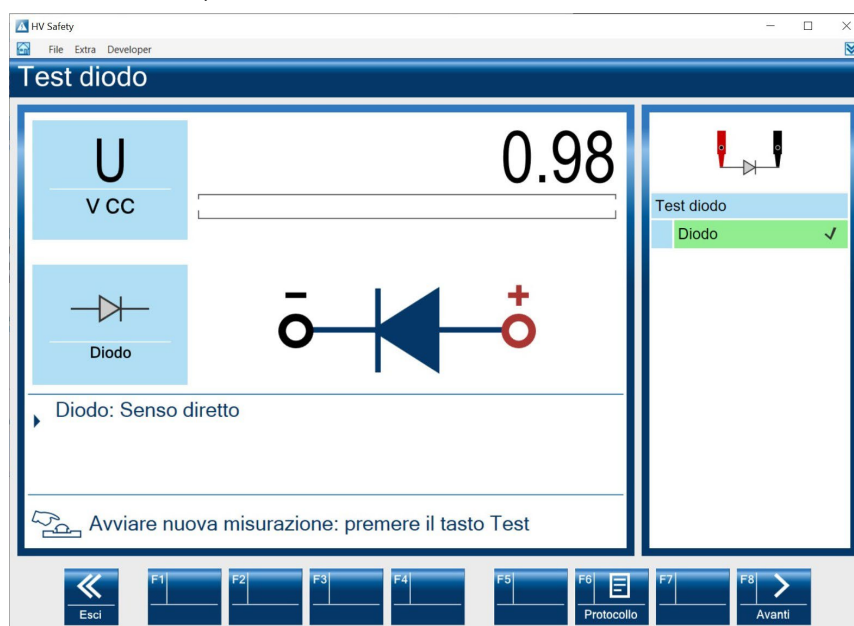

Fig. 3-8
6. Viene rappresentato il risultato di misurazione, vedere Fig. 3-8.